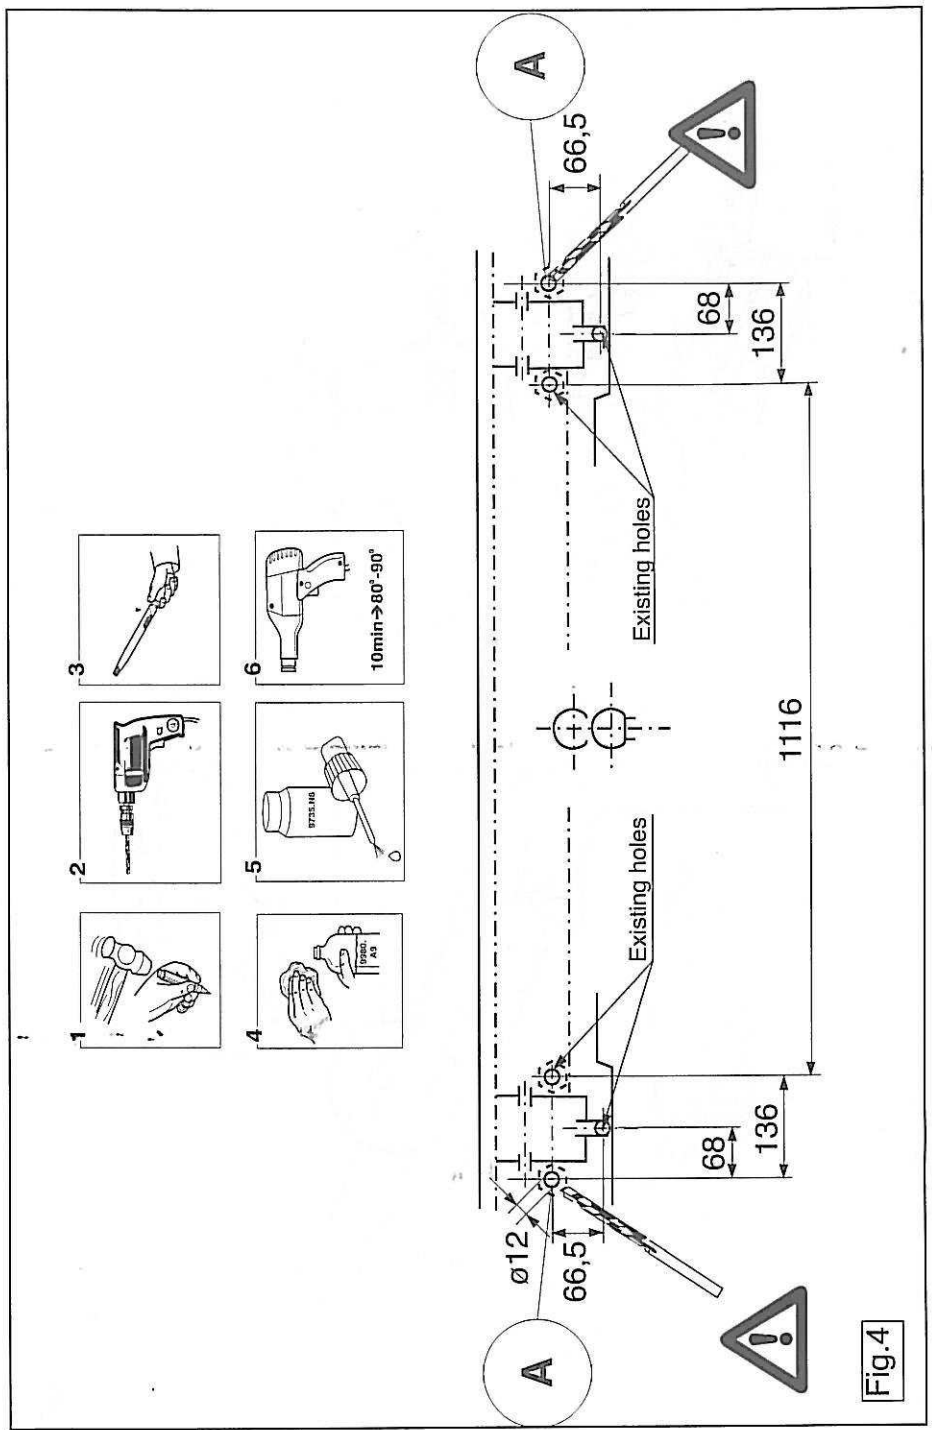

Fig.4
2. Praticare i fori A da 12 mm attraverso il pannello posteriore. (fig.4)
2. Просверлить отверстия A сквозз заднюю стенку диаметром 12 мм. (см. рис. 4).